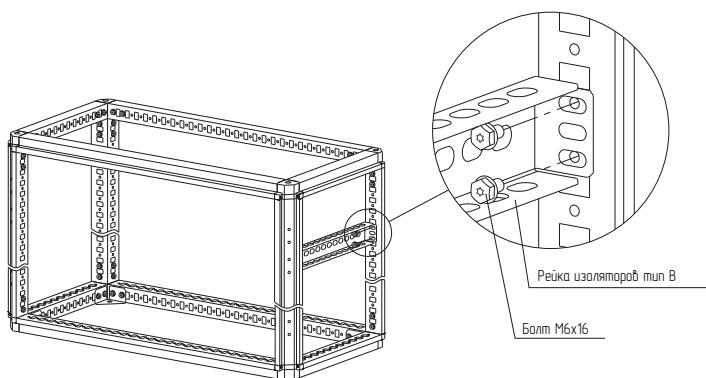

Рисунок 1
4.1.2 Установить рейку изоляторов тип В между стоек каркаса на нужной высоте и закрепить болтами самонарезающими M6×16 (рисунок 1). Момент затяжки – 7 Н·м. Болты приобрести отдельно.